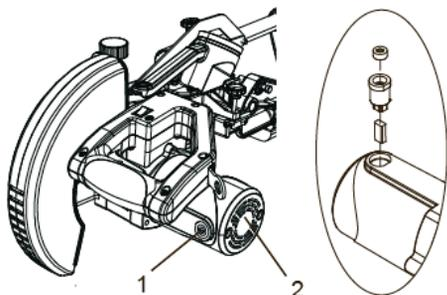

Рис. 39
- Для проверки и замены щеток следует сначала отключить пилу от розетки. Затем снять черный пластиковый колпачок (1) на боковой стороне двигателя (2) (рис. 39). Аккуратно снять подпружиненный колпачок. Извлечь и заменить щетку. Произвести замену с другой стороны двигателя. Сборка производится в обратном порядке. Ушки на металлическом конце узла вставляются в то же отверстие, что и угольные щетки. Плотнo затянуть колпачок, но не перетягивать